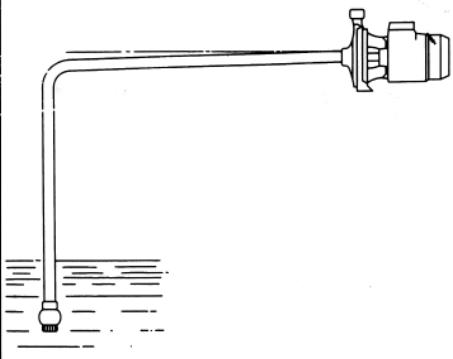
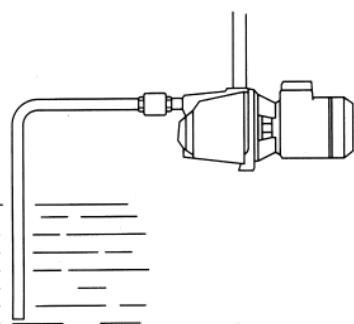

FIG. 2
FIG. 3
- 3) I diametri delle tubazioni devono essere uguali o superiori alle rispettive bocche in modo che la velocità dell'acqua, specialmente in aspirazione, non superi i 1,5 -2m/sec. Qualora l'altezza d'aspirazione superi i 4 m o con lunghi percorsi in orizzontale è necessario che il diametro della tubazione aspirante sia superiore a quella della bocca della pompa. Tale tubazione va montata in leggera salita verso la bocca aspirante, onde evitare che bolle d'aria possano disinnescare la pompa.(fig 2).
- 4) Con le pompe centrifughe è indispensabile installare una valvola di fondo in aspirazione (fig 2); con le pompe jet è consigliabile comunque installare in aspirazione la valvola di ritengo, il montaggio della quale può essere fatto direttamente nella bocca aspirante, al posto della valvola di fondo (fig 3).
- 3) The diameters of pipeworks must be the same or larger than the respective pump connections, so that the water speed does not exceed 1,5-2,0 metre/sec. In case of suction depths over 4 meters or with long horizontal pipe runs, suction pipe must be larger than the pumps suction connection. The suction pipe should have a slight positive slope towards the pump to avoid air-pocket (fig 2).
- 4) Suction pipe of centrifugal pumps must have a foot valve. With self-priming jet pump a check valve may be fitted directly on the suction connection instead of a foot valve (fig 3).
- 3) Les tuyaux doivent avoir un diamètre égal ou supérieur aux orifices de la pompe, de façon que la vitesse de l'eau surtout dans la tuyauterie d'aspiration ne dépasse pas 1,5+2 m/sec. Avec une hauteur d'aspiration supérieure à 4 mt, ou sur un long parcourt horizontale le diamètre d'aspiration doit être supérieur à celui du refoulement de la pompe. Cette tuyauterie doit avoir une pente ascendante de façon que les poches d'air n'empêchent pas l'amorçage de la pompe (fig.2).